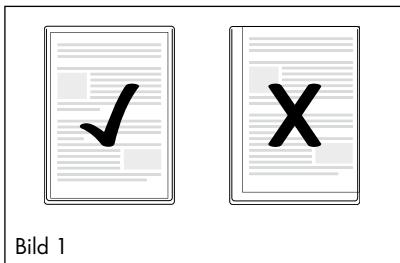

Bild 1
- Se till så att det alltid finns ett avstånd på minst två mm mellan plastfickans och dokumentets kanter, så som visas på bild 1.